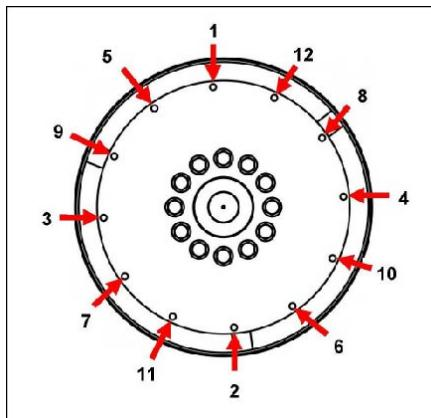

ABBILDUNG 18. REIHENFOLGE DER BEFESTIGUNG
10. Die Ausrichtungsstifte entfernen. Die Kupplungsschrauben unter Verwendung von Hochlast-Unterlegscheiben unter den Köpfen anbringen. Kupplungsbefestigungsschrauben am Schwungrad in der vorgeschriebenen Reihenfolge festziehen. Sieh dazu Abbildung 18 auf Seite 38.